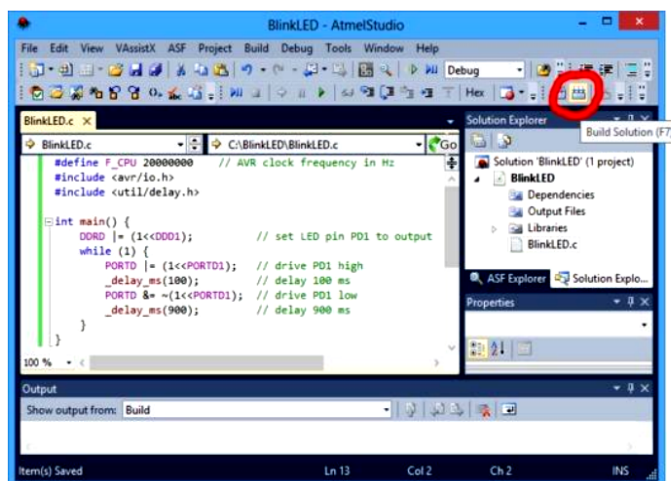

Рисунок 7.13 – Побудова проекту
4. На панелі інструментів натисніть кнопку **Build Solution** (або натисніть **F7**), щоб скомпілювати код (рис. 7.13).